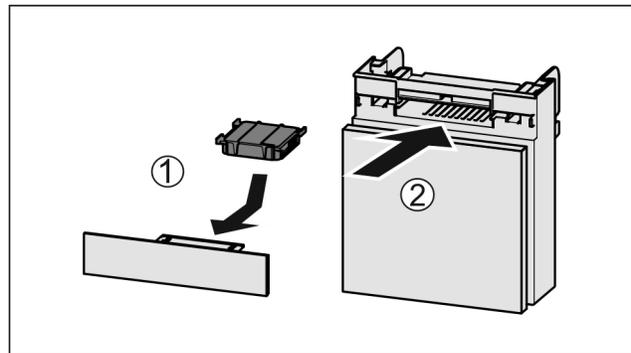

Fig. 88
- ▶ Aktivkohlefilter nach Abbildung einsetzen Fig. 88 (1).
- ▶ Fach einschieben Fig. 88 (2).